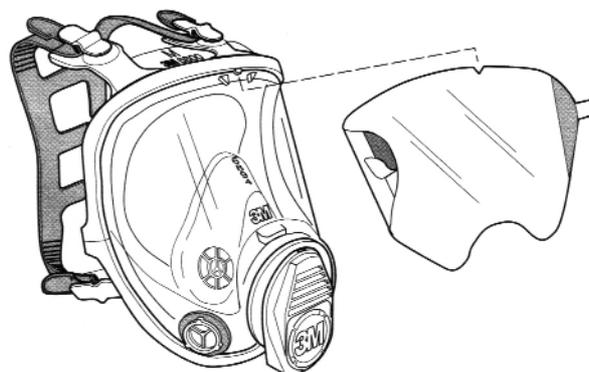

Рис. 12
• **Защитная пленка для смотровой линзы 6885 (Рис. 12)**